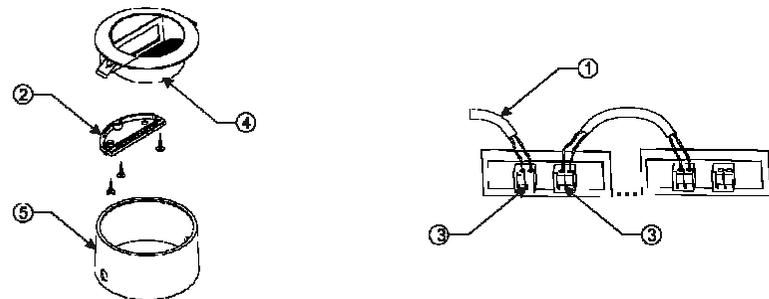

РИС. 2. Монтаж светильника с установочным коробом
- a) Плотно прикрепите винтами заднюю крышку (2) с уплотняющей прокладкой к корпусу светильника (4);
5.2. Монтаж светильника с установочным коробом (РИС. 2)
- a) Перед установкой светильника убедитесь в отсутствии напряжения на питающем кабеле (1);
- b) Подготовьте углубление (нишу) в монтажной поверхности под установочный короб (5);
- c) Вмонтируйте и закрепите установочный короб (5) в подготовленном углублении (нише), предварительно выведя питающий кабель сквозь установочный короб наружу. Убедитесь в надежном закреплении установочного короба;
- d) Отсоедините заднюю крышку (2) светильника, вывернув крепежные винты;
- e) Проведите питающий кабель (1) сквозь заднюю крышку (2) и уплотняющую прокладку, и подсоедините его к одной из клеммных пар (3) светильника. Вторая клеммная пара служит для подключения следующего светильника. Если предусматривается подключение только одного светильника, то вторая клеммная пара не используется;
- f) Плотно прикрепите винтами заднюю крышку (2) с уплотняющей прокладкой к корпусу светильника (4);
- g) Вставьте светильник в установочный короб (5). Убедитесь, что пластинчатые фиксаторы надежно удерживают светильник в установочном коробе "в распор". Используйте водостойкий герметик для предотвращения попадания влаги под лицевую панель светильника. Обратная часть корпуса светильника не должна подвергаться воздействию воды;